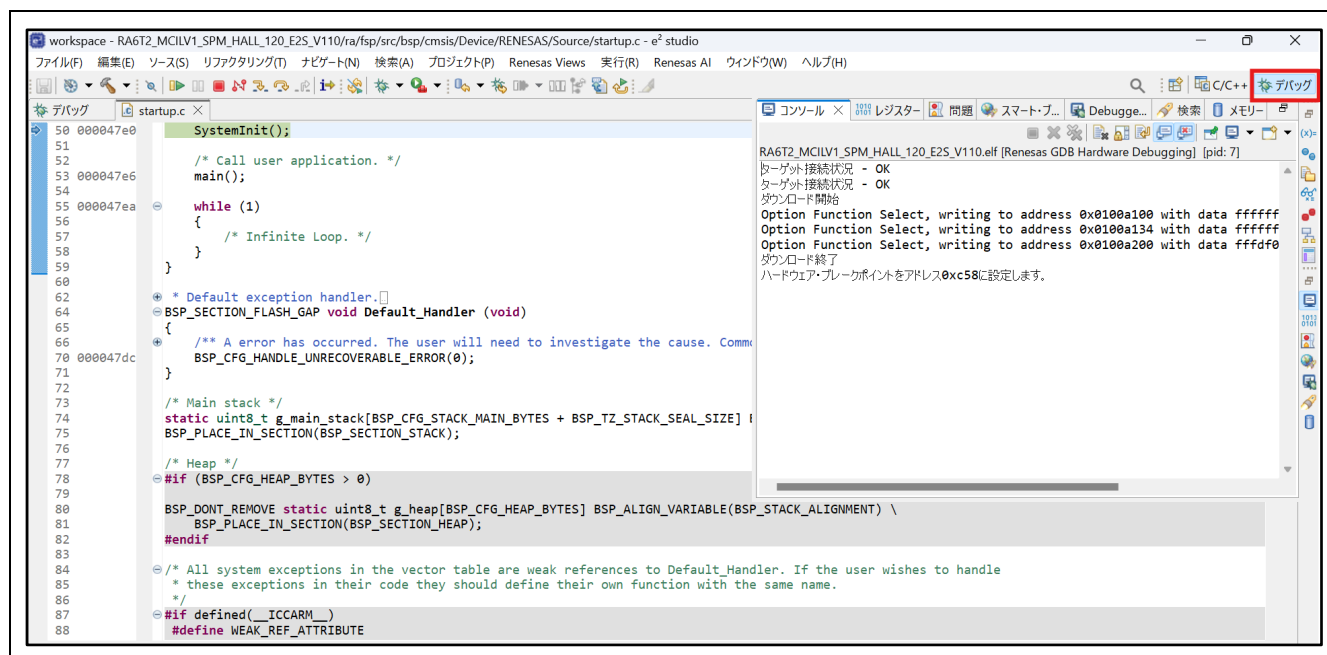

図 6-20 デバッグ画面
3. 正しくターゲットボードと接続され、プログラムがダウンロードされた場合、図 6-20 のような〈デバッグ画面〉に移行します。